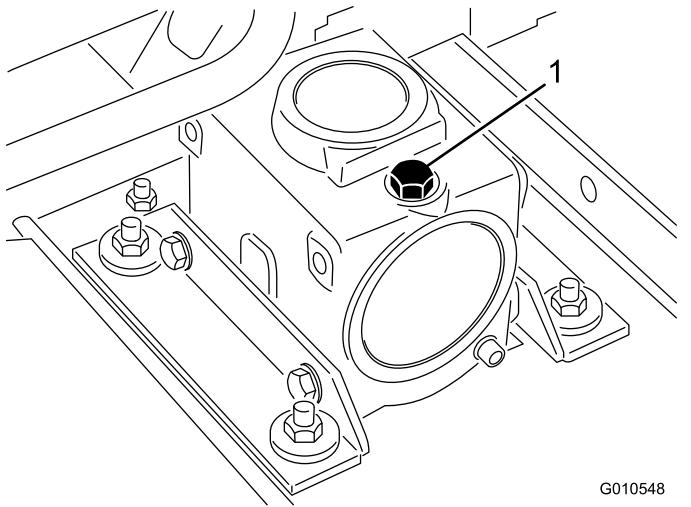

Figura 18
2. Togliete il tappo di riempimento/asta di livello da sopra gli ingranaggi (Figura 18) e verificate che il lubrificante si trovi tra i segni riportati sull'asta. Se il lubrificante è insufficiente, rabboccate lo fino a raggiungere il livello compreso tra i segni.